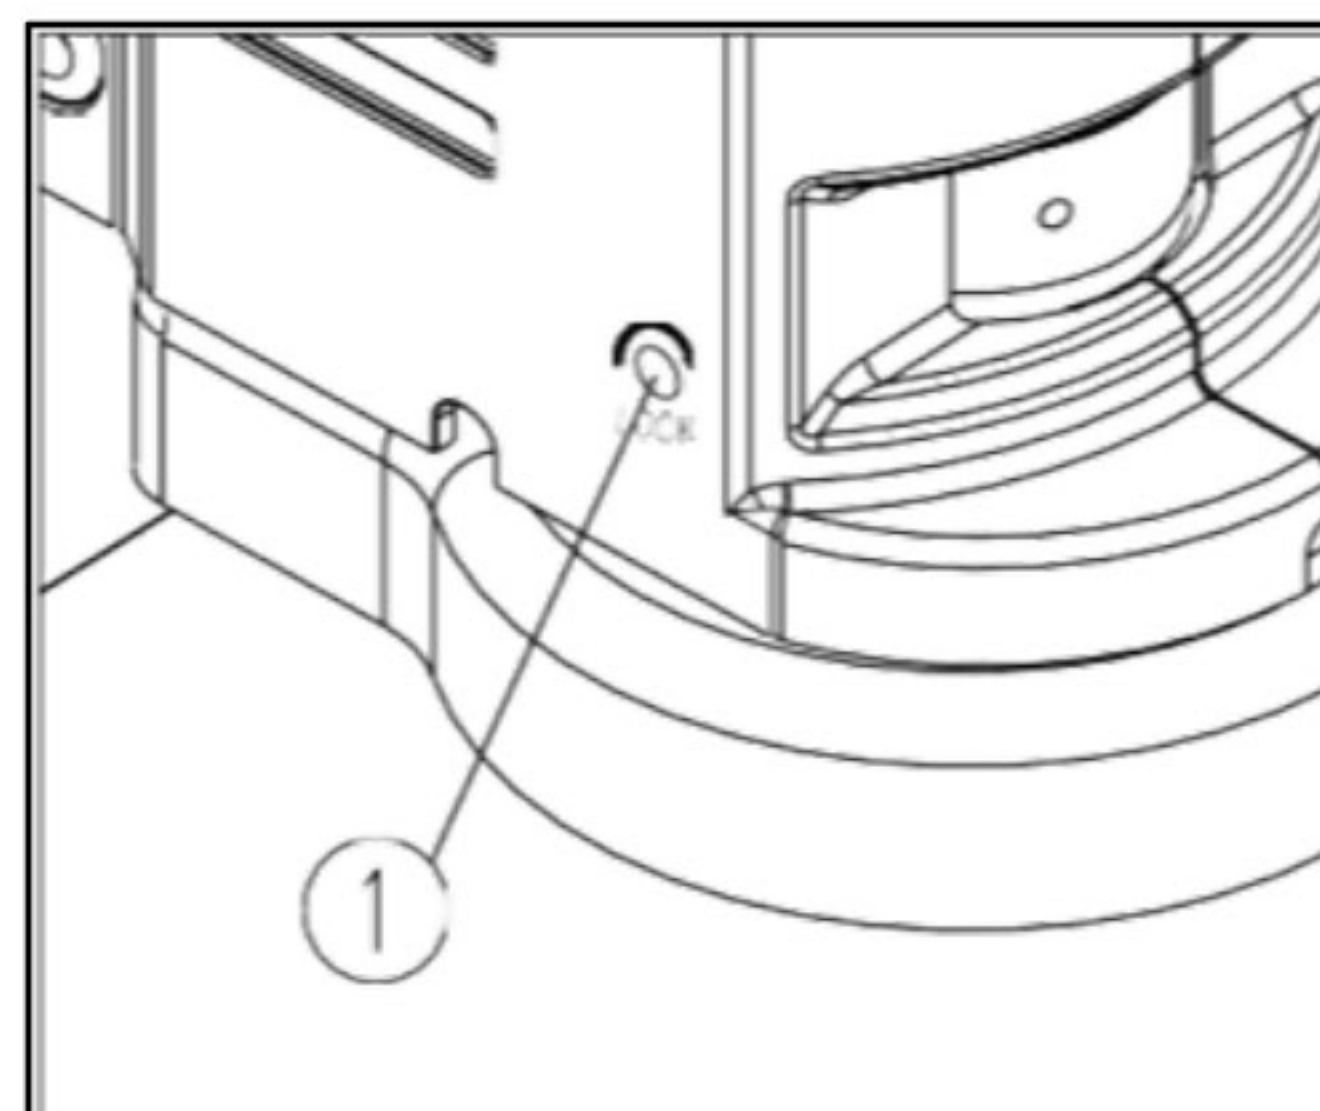

Fig. 9
- Gire el anillo de ajuste del zoom (1) hasta llegar al aumento máximo. Observe la imagen de salida, si no se ve nítida, gire el mando de enfoque (2) para obtener una imagen nítida
- Gire el anillo de ajuste del zoom al mínimo aumento. Sigue girando hasta que la imagen esté clara y nítida. (Ver Fig.9)
Si desea observar con un aumento fijo a largo plazo, apriete y fije el tornillo de bloqueo de aumento (1) con la llave hexagonal interna M4 (longitud lateral de 3 mm). (Ver Fig. 9)